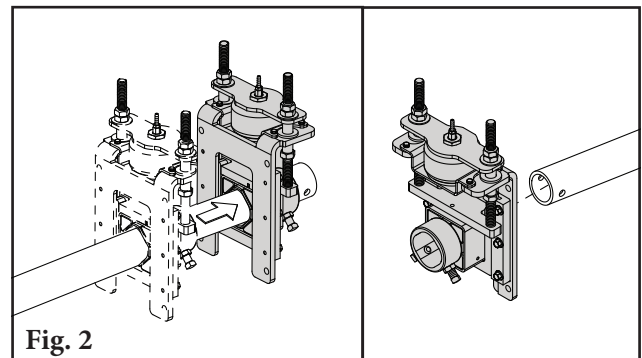

Fig. 2
- Deslice el eje en un montaje de eje de torsión tan lejos como sea necesario y ubique el otro extremo en el montaje opuesto (Fig. 2). Si no hay suficiente espacio, quite una de las bases de montaje, deslice el eje a través del montaje del eje de torsión y vuelva a montar la base.